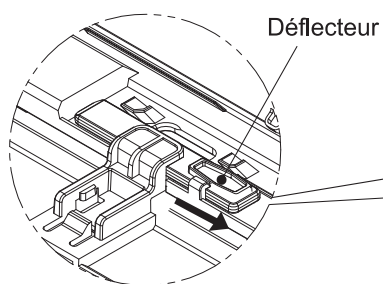
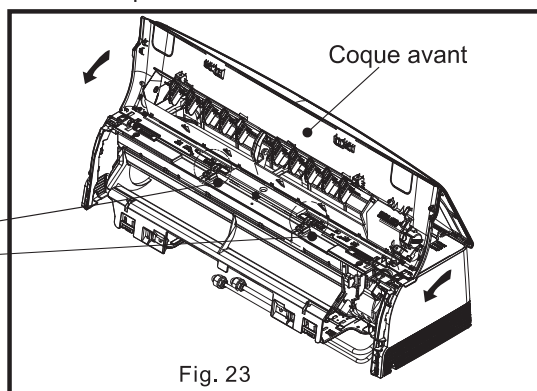
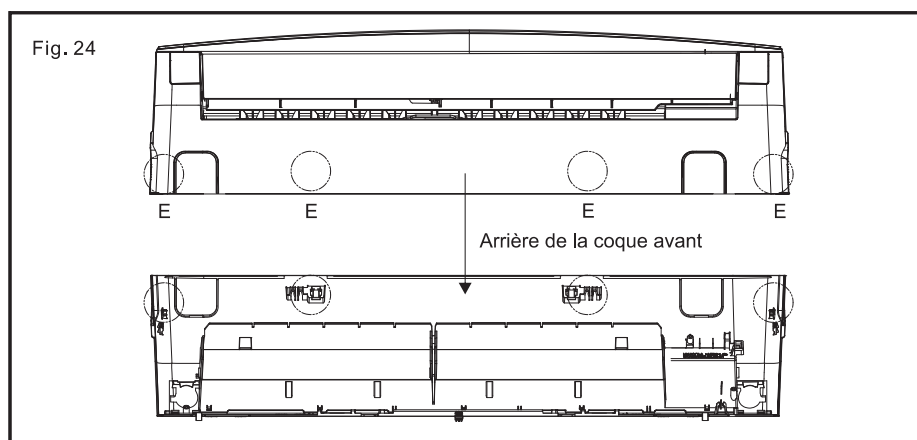
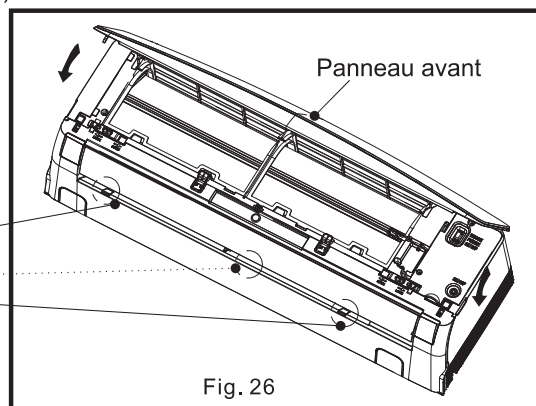

Fig. 22
Fig. 23
Fig. 24
Fig. 26
- 10) Tirez les déflecteurs comme illustrés sur la Fig. 22. Fermez la coque avant comme illustrée sur la Fig. 23. Ensuite en position E, appuyez pour attacher la coque avant comme illustrée sur la Fig. 24.
- 12) Fermez le panneau avant comme illustré sur la Fig. 26.
Fermez le panneau avant et la coque avant se référer aux Fig.22~Fig.26 de l'INSTALLATION DE L'UNITÉ INTÉRIEURE.